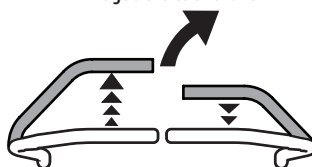

Fig. 23
- Pour tourner à droite, déplacez le levier de contrôle de conduite droit en arrière du levier gauche (Fig. 23).